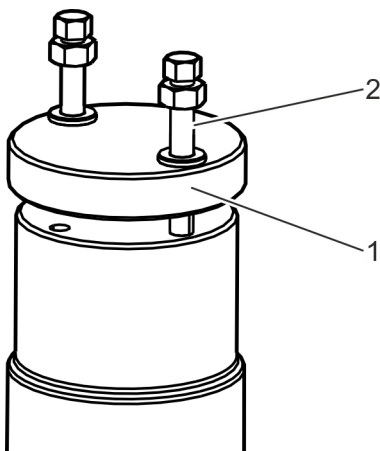

Fig. 32: Retirar los tornillos de fijación
- 13.** ▶ Retire los tornillos de fijación (Fig. 32/2) con las arandelas del cuerpo del dispositivo de alivio de sobrepresión con muelle.
- 14.** ▶ Quite el mecanismo de bloqueo (Fig. 32/1).